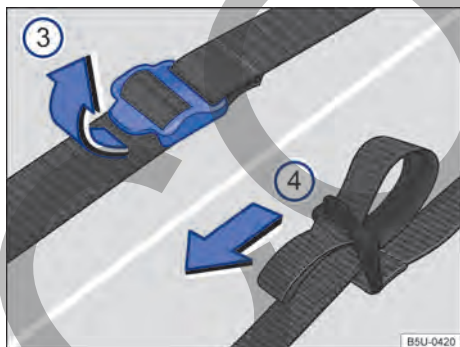

Fig. 176 Cintas de fijación de la bolsa de herramientas de a bordo.
- Tirar de las hebillas de la cinta de fijación en el sentido de la flecha → **fig. 176** ③.
- Tirar firmemente de las cintas ① por las alzas en el sentido de la flecha → **fig. 176** ④ para fijar la bolsa de herramientas de a bordo.